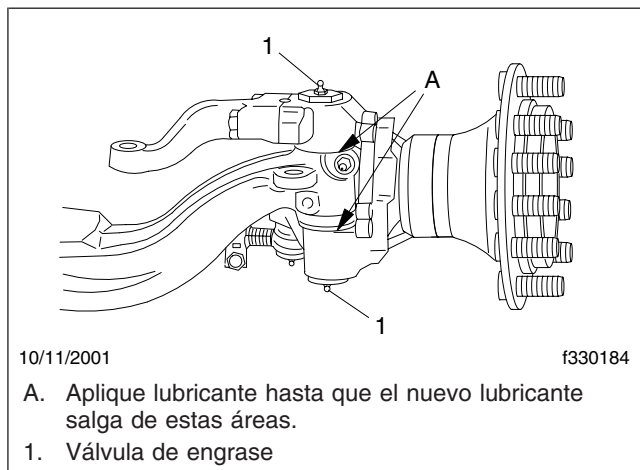

Figura 2, Lubricación del pivote de la dirección sellado Easy Steer Plus
4. Utilizando una grasa multiuso de grado 1 ó 2 de NLGI, lubrique los pivotes de la dirección a través de las válvulas de engrase en las partes superior e inferior del muñón. Vea la **Figura 2**.
5. Inyecte lubricante por medio de las válvulas de engrase en los casquillos superior e inferior del pivote de la dirección hasta que el nuevo lubricante fluya entre el extremo superior de la viga del eje y el muñón, y entre el extremo inferior de la viga del eje y el muñón. Vea la **Figura 2**.